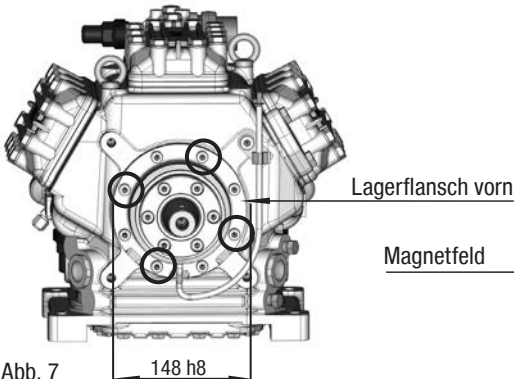

Abb. 7
- Zur Aufnahme des Magnetfelds der Elektromagnetkupplung besitzt der vordere Lagerflansch einen Passsitz  $\varnothing 148 \text{ h8}$  (siehe Abb. 7).
- Für die Montage des Magnetfelds 4 Zylinderschrauben M8 am Lagerflansch lösen (s. Abb. 7).